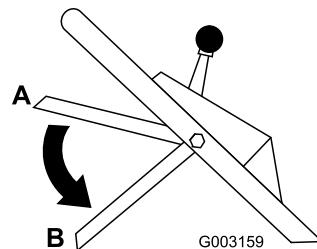

Figura 17
10. Rilasciate la barra di comando della lama; vedere la posizione B nella Figura 17. Dovreste udire un colpo. Dopo tre secondi la lama deve fermarsi.
2. Abbassate la barra di comando della lama nella posizione inferiore (B nella Figura 17).